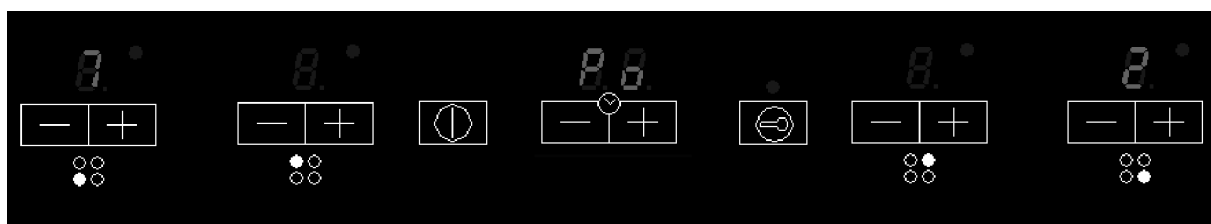

Рис. 15
- Подается звуковой сигнал, и на дисплее нагревательных элементов отображается текущий предел мощности варочной панели (рис. 15).